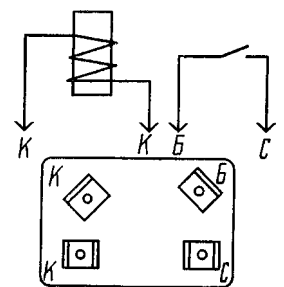

Рис. 357. Электрическая схема реле РС 529, РС 530
- реле с нормально разомкнутыми контактами РС 529, РС 530 (рис. 357);